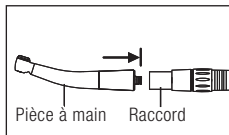

Fig. 2
- ❶ Insérez la pièce à main dans le raccord (Fig. 2).